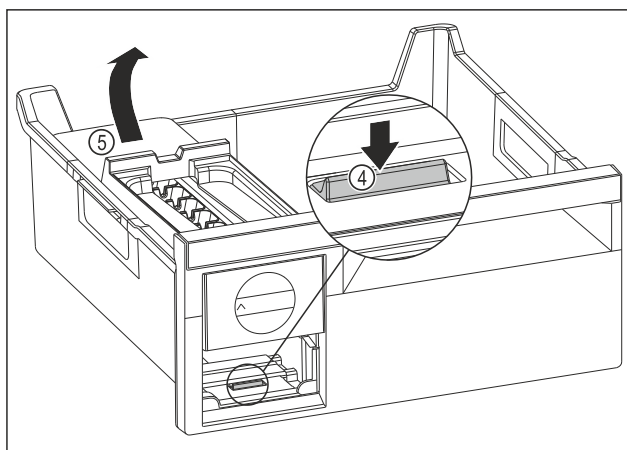

Fig. 131
- ▶ Вийняти корпус EasyTwist-Ice: натиснути накладку Fig. 131 (4) пальцем вниз і одночасно підняти корпус EasyTwist-Ice Fig. 131 (5) ззаду іншою рукою.